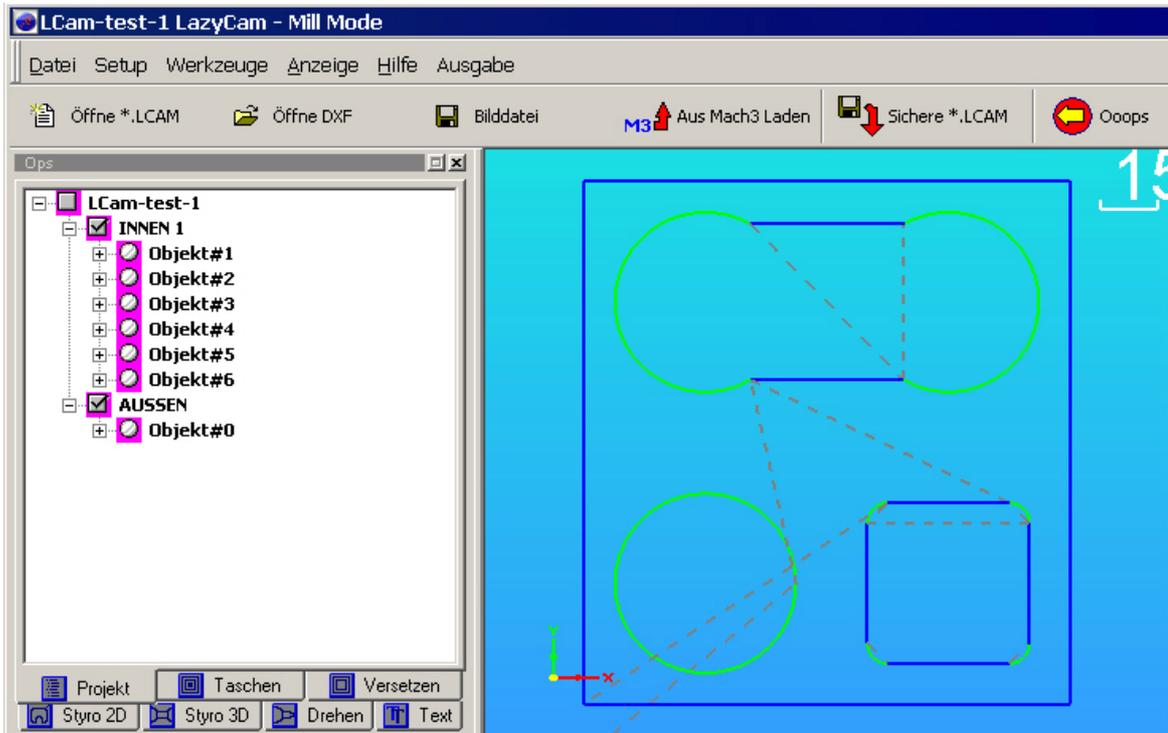

Abb. 1.49: Neue Layerstruktur nach Funktion "Relayer"
- ◆ Linker Mausklick auf das Werkzeug **Relayer** in der rechten **Werkzeugleiste (6)**, welche oben bereits ausführlich beschrieben wurde.
Als Ergebnis sehen wir jetzt im linken **Projektfeld (2)** die neue Layerstruktur (*Abb. 1.49*) mit zwei Layern: